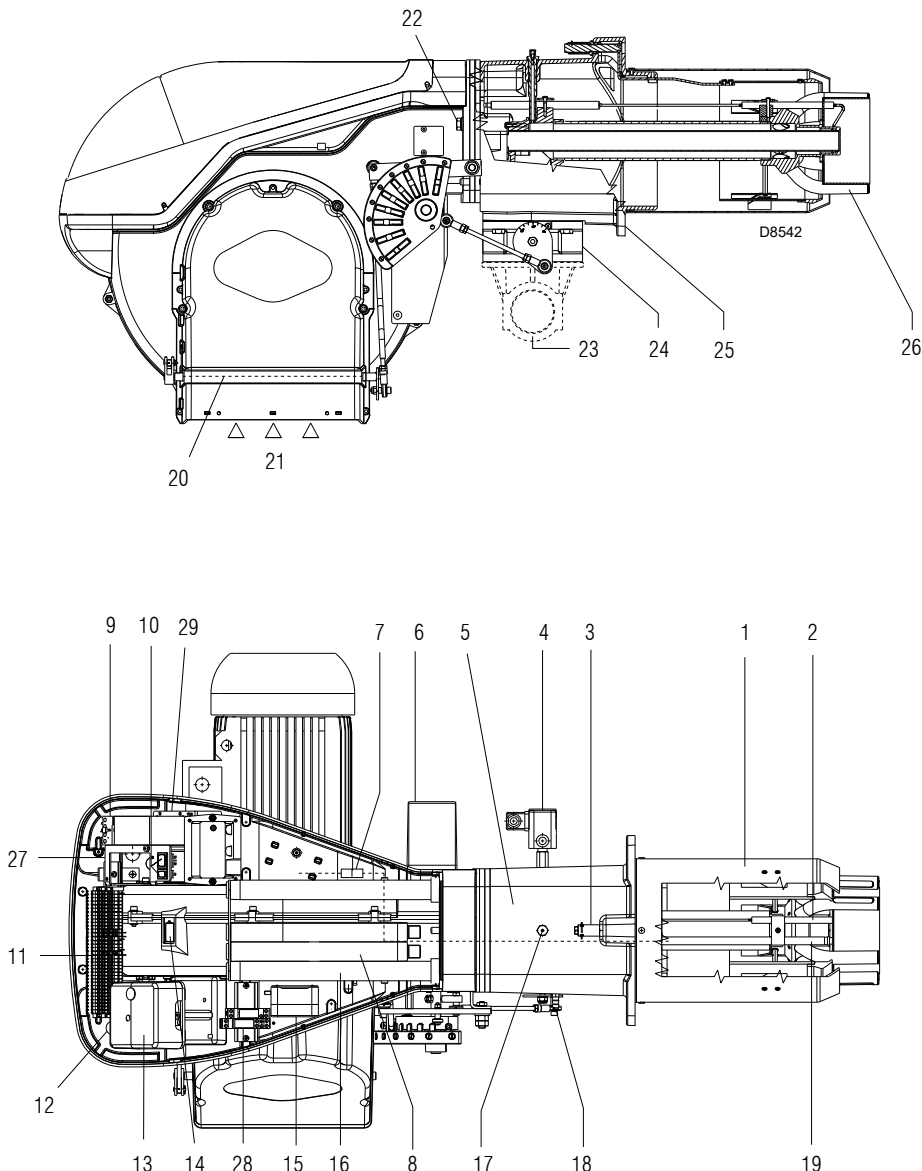

Fig. 7
- Alargadores para guías 16)(Fig. 7 en pág. 14) (modelos con tubo de llama largo) N.º2
aumento - disminución de potencia 11 Regleta de conexiones 12 Pasacables para las conexiones eléctricas a cargo del instalador 13 Control de llama con piloto luminoso de bloqueo y pulsador de desbloqueo 14 Visor llama 15 Presostato aire de mínima (tipo diferencial) | <ul style="list-style-type: none"> 16 Guías para apertura del quemador e inspección del cabezal de combustión 17 Toma de presión de gas y tornillo fijación cabezal 18 Toma de presión del aire 19 Sonda para controlar la presencia de llama 20 Registro del aire 21 Entrada aire en el ventilador 22 Tornillos de fijación del ventilador al manguito 23 Conducto entrada gas 24 Válvula mariposa gas 25 Brida para la fijación a la caldera 26 Disco estabilizador de llama 27 Brida para la aplicación del kit para el funcionamiento modulante 28 Relé contactos pulidos 29 Conector macho para conectar el kit para el funcionamiento modulante <p>Hay dos posibilidades de bloqueo del quemador:</p> <p>Bloqueo del control de llama: la iluminación del pulsador del control de llama 13)(Fig. 7) indica que el quemador está bloqueado.
Para desbloquear, presionar el pulsador.</p> <p>Bloqueo motor: para desbloquear, presionar el pulsador del relé térmico 9)(Fig. 7).</p> |